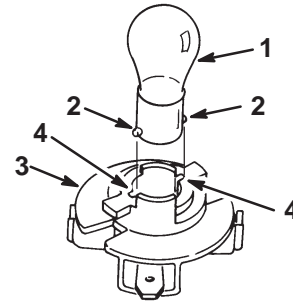

Figure 52
5. Poussez sur l'ampoule pour la tourner à fond vers la gauche (env. 1/4 tour) et retirez-la de l'embase (Fig. 52).
1. L'embase de l'ampoule est munie d'ergots métalliques de part et d'autre. Alignez ces ergots face aux rainures de l'embase et insérez le culot dans la douille de l'embase (Fig. 52). Poussez sur l'ampoule et tournez-la à fond vers la droite.